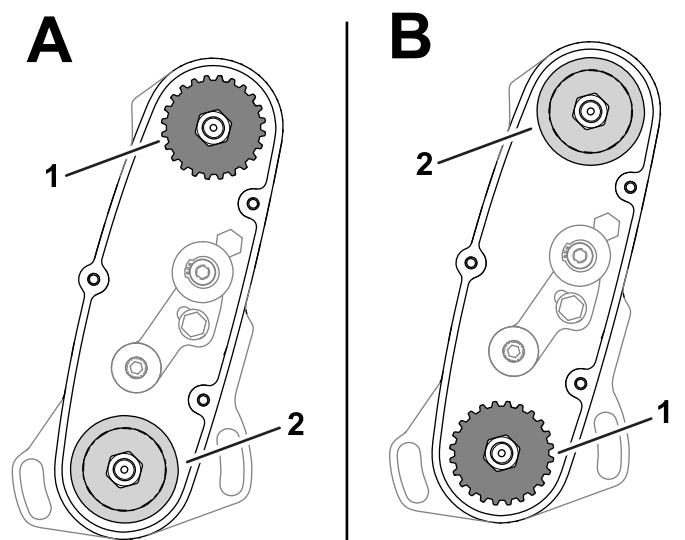

Рисунок 15
- **ВЕРХНЕЕ** положение: «А» на Рисунок 15
- **НИЖНЕЕ** положение: «В» на Рисунок 15